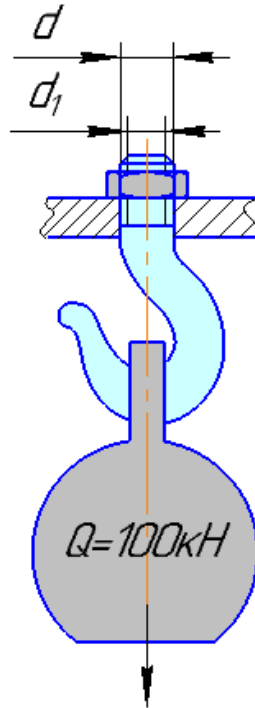

Рисунок 4 – Иллюстрация к кейс-задаче 4
4. **Определить оптимальный диаметр резьбовой части хвостовика грузового крюка** для силы $Q=100$ кН. Гайку заворачивают, но не затягивают (рисунок 4). **Материал крюка подобрать самостоятельно (используя предоставленную справочную литературу)** из сталей, прочностные характеристики которых выше стали 30. Предельно-допустимое напряжение при растяжении стали 30 $[\sigma_p] = 125$ МПа.